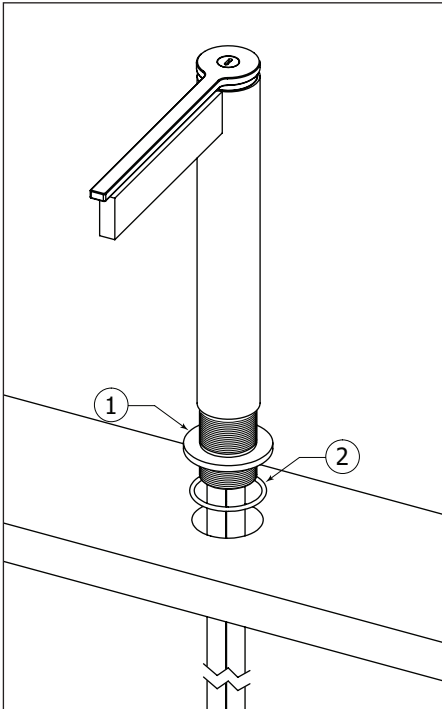

Fig.1
Insert the rubber ring (2) against the base of faucet (1). Insert the faucet into the hole (Ø 1-3/8") of the basin or countertop as shown (fig. 1).
Placer la bague en caoutchouc (2) contre la base du robinet (1). Insérer le robinet (1) dans le trou (Ø 1-3/8") du lavabo ou du comptoir tel qu'illustré (Fig. 1).